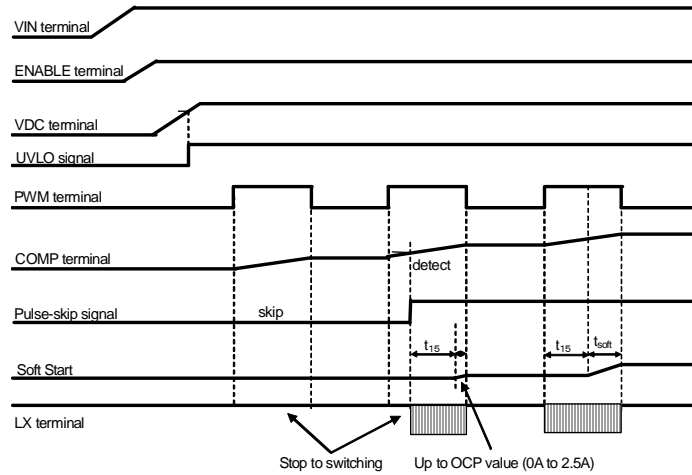

Figure 41. ソフトスタート
- ENABLE=H 後レギュレータ(VDC)が動作します。UVLO 解除後内部回路は動作します。UVLO 解除後昇圧する時はソフトスタート機能が動作します。ソフトスタート回路は Figure 41. のように  $t_{15}$  (5 $\mu$ s 以上) が必要です。ソフトスタートは  $t_{soft}$  時間動作します。ソフトスタート終了までは PWM の H 幅を 5 $\mu$ s 以上にしてください。